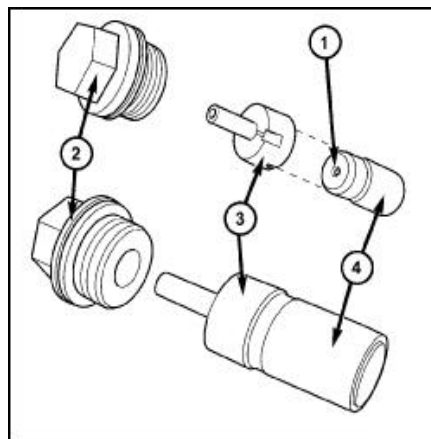

图. 37 激活正时链条张紧器
(10) 重新调整正时链条张紧器的方法如下：
(A) 拆卸正时链条张紧器机油腔(图 37)。